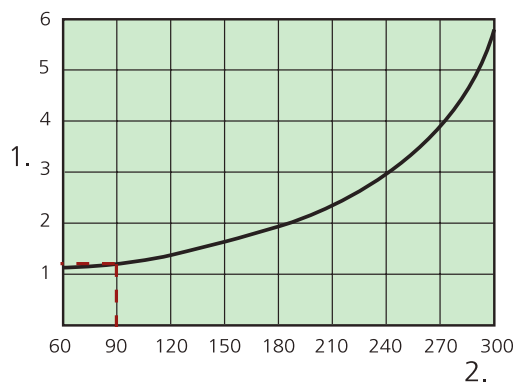

Figure 2. Coefficient de correction pour l'obturation du jet d'air par secteur.
- Les valeurs dB(A) s'appliquent à des locaux avec une atténuation sonore normale (atténuation de 4 dB).
- La valeur dB(C) est normalement de 6 à 9 dB supérieure à la valeur dB(A).
- Pour le coefficient de correction avec une obturation par secteur du jet d'air, voir les abaques et l'exemple qui suit les abaques de dimensionnement. Voir figure 2.